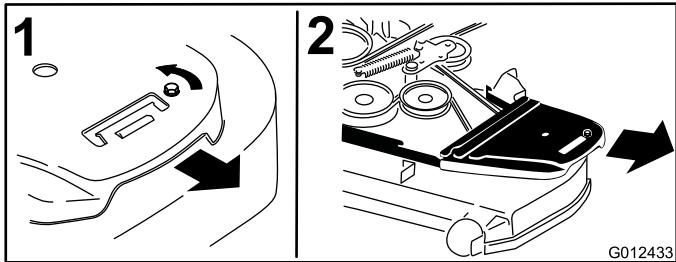

Figura 72
4. Rimuovete i paracinghia e i relativi bulloni (Figura 72).